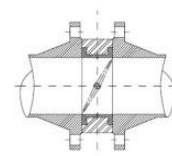

рис. 5
3. Приоткройте затвор, чтобы диск провернулся, но не вышел за пределы корпуса затвора. (рис. 5)